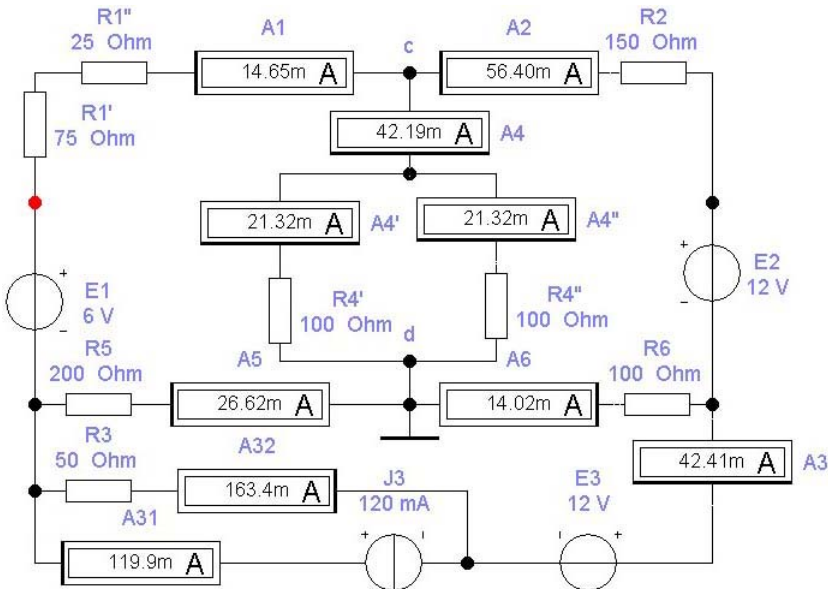

Рисунок 14 – Результаты моделирования
3.3.6 По окончании сборки схемы необходимо активировать моделирование, нажав кнопку **1** клавиши **Activate simulation** , и, когда показания приборов установятся (рисунок 14), остановить моделирование, нажав **0** этой же клавиши, или приостановить, щелкнув по клавише **Pause**. Показания измерительных приборов занести в таблицу 3 и сравнить с результатами расчетов по относительной погрешности.
- 3) исходная схема ЭЦ до упрощения с показаниями амперметров (рисунок 14);
- измерения токов (рисунок 14);